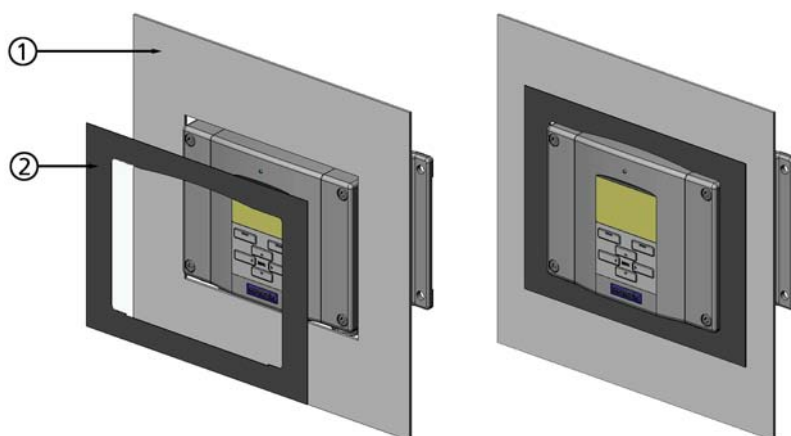

图 13 面板安装框
4. 撕下框上的胶粘带保护纸，将框粘在变送器周围。请参见下面第 27 页的图 13。
数字对应第 27 页的图 13：